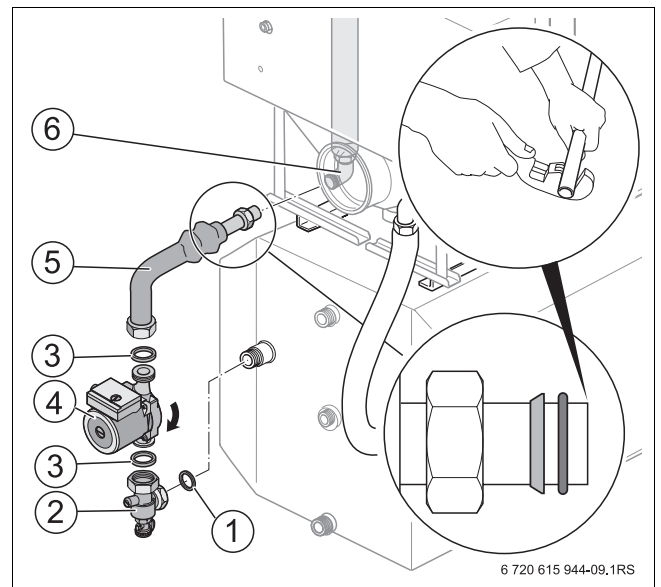

Fig. 11 Montage du raccordement de départ sur le ballon d'eau chaude sanitaire
- ▶ Glisser l'écrou-raccord, le raccord-union et le joint torique sur le tuyau horizontal [5]. Glisser le raccord-union avec le côté biseauté dirigé vers l'écrou-raccord (→ agrandissement sur la fig. 11).